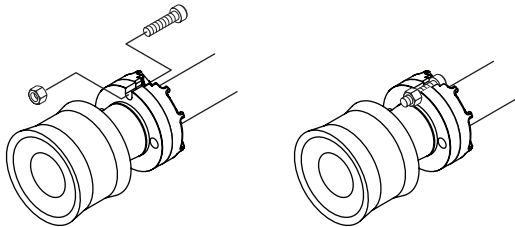

Figura 24
9. Hay una ranura en la brida del ariete que se alineará con una ranura en la brida del cilindro. El perno M12 x 45 con tuerca caerá en esta ranura y le permitirá extraer el ariete. El ajuste debe estar bien apretado, pero no es necesario ajustar la tuerca con herramientas (Figura 24). La brida del ariete y la brida del cilindro se muestran fuera de la caja de agua para mayor claridad de la ilustración.